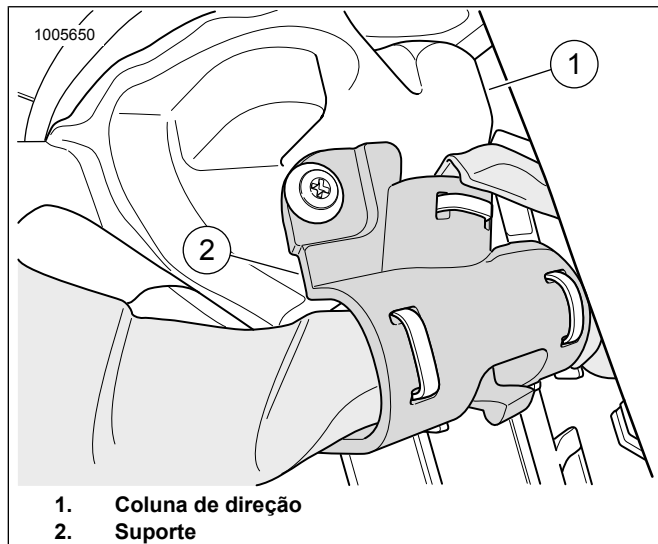

Figura 10. Coluna de direção
9. Veja a figura 10. Oriente a extremidade de 48 pol. até a coluna de direção (1). Use o suporte (2) para fixar o chicote de fios.